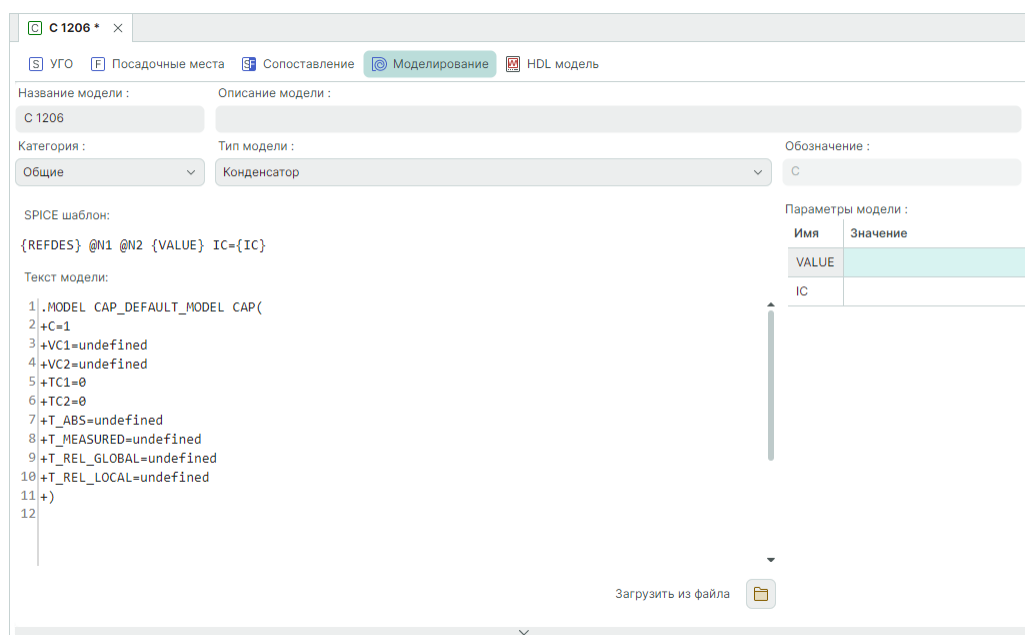

Рис. 25 Отображение текста и шаблона модели
6. В поле «Текст модели» будет отображено текстовое описание модели из выбранного файла. В разделе «SPICE шаблон» удостоверьтесь, что программа корректно «прочитала» модель и сгенерировала шаблон, см. Рис. 25.